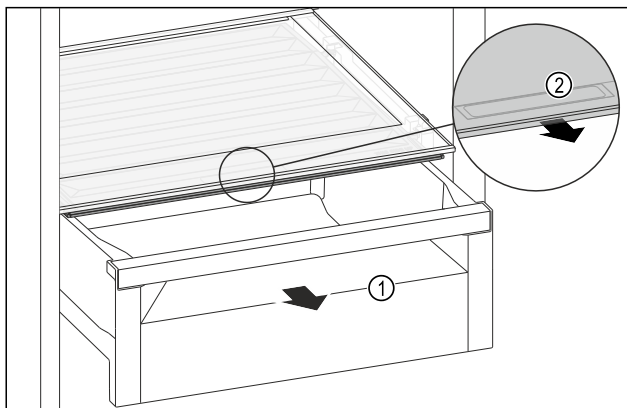

Fig. 110
- ▶ Izvlecite predal Fig. 110 (1).
- ▶ Primite prijemalno vdolbino Fig. 110 (2) na pokrovu predala in predal istočasno povlecite naprej.